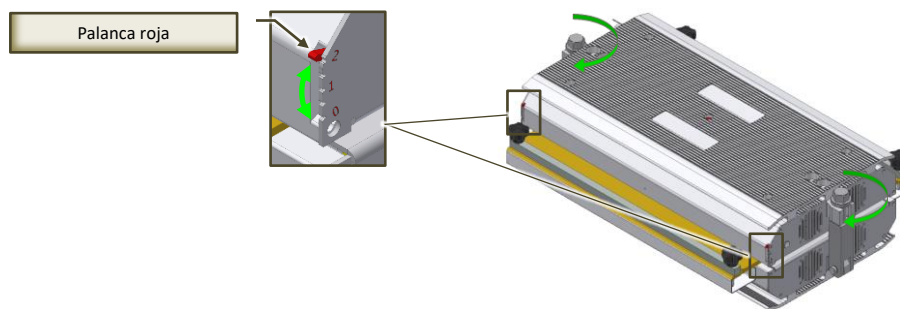

Fig. 8.4-7 - Aplicación de la presión necesaria en el producto que se debe reparar
- Apriete alternativamente las tuercas de bloqueo (Fig. 8.4-7), utilizando la llave de trinquete suministrada, hasta alcanzar la presión necesaria para la reparación del producto. La presión aplicada en el producto es indicada por la posición de las palancas rojas. Para conocer la presión óptima para la reparación del producto, consulte la ficha técnica del propio producto.